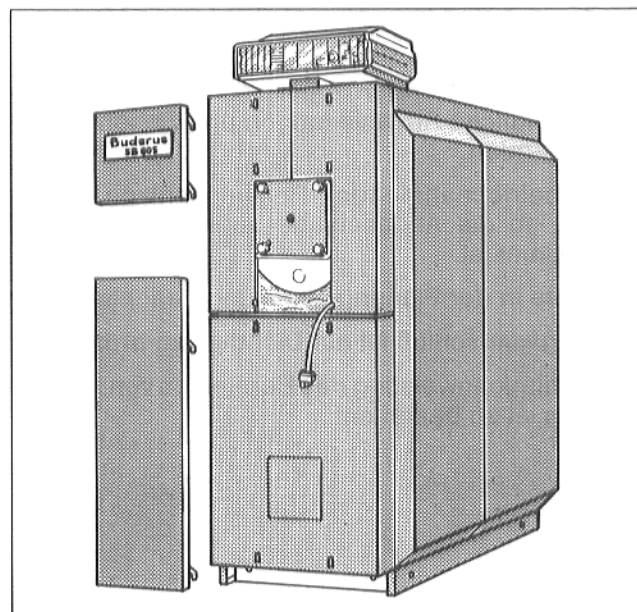

Abb. 25
- Oberes und unteres Blendenteil jeweils mit den 4 Haken in die Schlitz in der Vorderwand einhängen (Abb. 25).